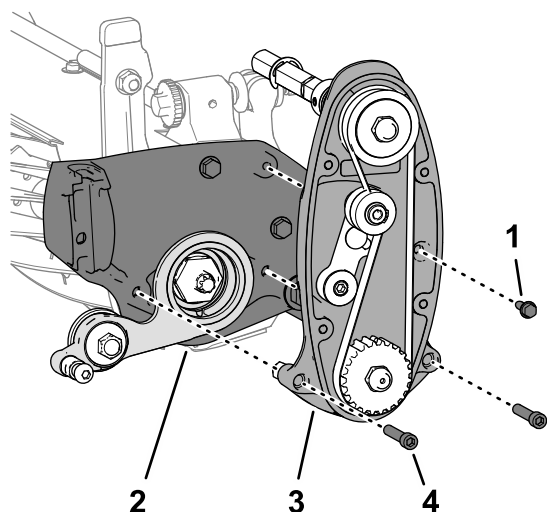

Figura 17
1. Alinhe o conjunto do rolete na unidade de corte como se mostra em Figura 17.
2. Monte o conjunto do rolete e transmissão do cilindro na unidade de corte (Figura 17) com os dois parafusos de cabeça sextavada interior (5/16 pol. x 1½ pol.) e porcas de bloqueio (5/16 pol.) que removeu em 4 Remoção da transmissão do cilindro (página 5).
3. Monte a transmissão do cilindro na unidade de corte (Figura 17) com o parafuso de cabeça flangeada (¼ pol. x ¾ pol.).